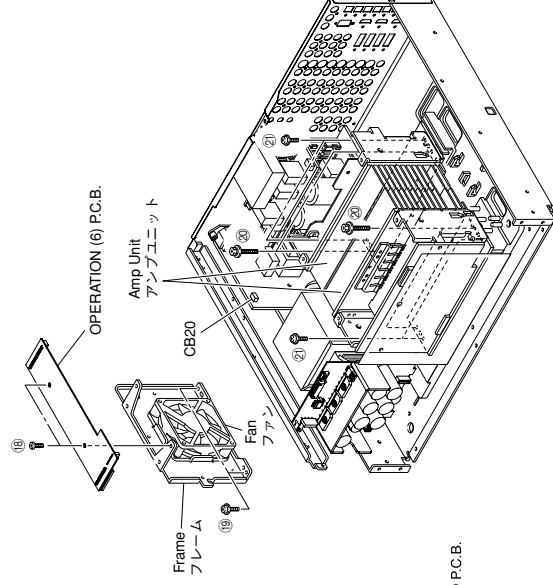

Fig. 6
- A-VIDEO (1) P.C.B. : PJ602 (MONITOR OUT)
- A-VIDEO (2) P.C.B. : JK703 (MONITOR OUT)
- INPUT (1) P.C.B. : PJ304 (MULTI CH INPUT)
- INPUT (2) P.C.B. : PJ307 (ZONE3 OUTPUT)
- INPUT (3) P.C.B. : PJ309 (PRE OUT)
7. Removal of OPERATION (6) P.C.B.
- Remove 2 screws (19). (Fig. 6)
- Remove the OPERATION (6) P.C.B. which is connected directly to the lower P.C.B. with connectors. (Fig. 6)
- Remove CB20. (Fig. 6)
- Remove the Fan together with the frame by lifting them up. (Fig. 6)
- Remove 4 screws (20) and 4 screws (21). (Fig. 6)
- Remove the Amp Unit. (Fig. 6)
7. OPERATION (6) P.C.B.の外し方
- 19のネジ2本を外します。(Fig. 6)
- OPERATION(6)P.C.B.を取り外します。(Fig. 6)
- CB20を外します。(Fig. 6)
- ファンをフレームといっしょに上方に取り外します。(Fig. 6)
- 20のネジ4本、21のネジ4本を外します。(Fig. 6)
- アンプユニットを取り外します。(Fig. 6)